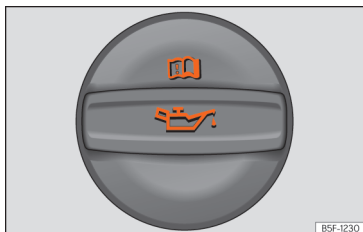

Abb. 242 Deckel der Motoröl-Einfüllöffnung im Motorraum.
- Suchen Sie den Motoröl-Einfüllstutzen. Sie erkennen ihn an dem Symbol  auf dem Deckel »» (Abb. 242).
- Schrauben Sie den Deckel der Motoröl-Einfüllöffnung ab »» (Abb. 242).